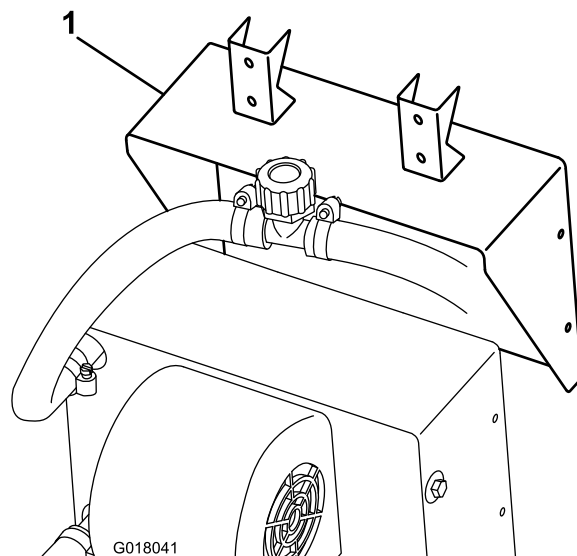

Figura 22
- Fissate l'apposita staffa al riscaldatore utilizzando le viti in dotazione (Figura 22).